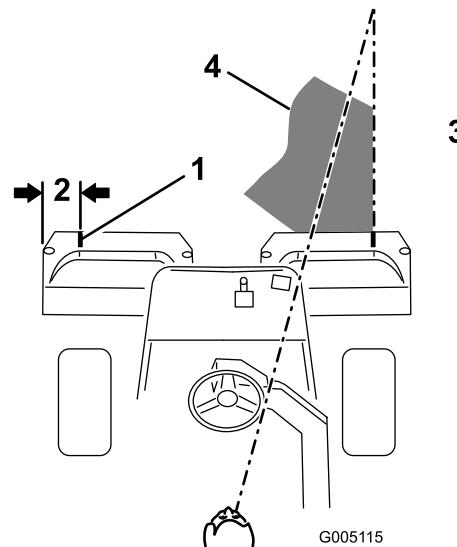
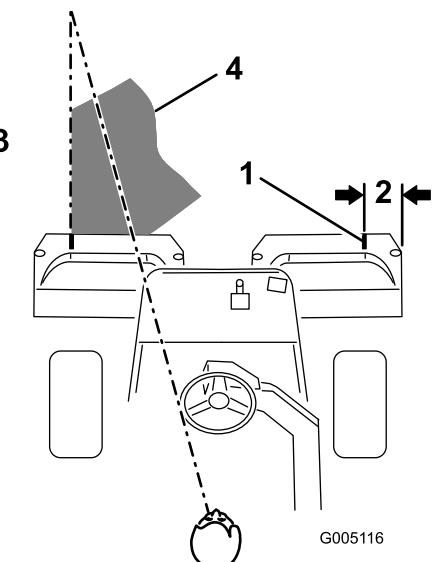

Figura 30
Figura 31
2. Applicate una striscia adesiva bianca, oppure tracciate una linea con della vernice bianca, su ciascun cestello, parallela al bordo esterno del cestello stesso (Figura 30).
- Durante le passate di ritorno sovrapponete uno spazio minimo alla falciatura precedente. Per tosare in linea retta il green e mantenere la macchina alla medesima distanza dal bordo della falciatura precedente, immaginate una linea compresa tra 1,8 e 3 m circa davanti alla macchina e fino al bordo della sezione di green da tosare (Figura 30 e Figura 31). Potrebbe essere utile includere nella linea di collimazione il bordo esterno del volante, vale a dire, tenere allineato il bordo del volante con un punto che si trovi sempre alla stessa distanza dalla parte anteriore della macchina (Figura 30 e Figura 31).